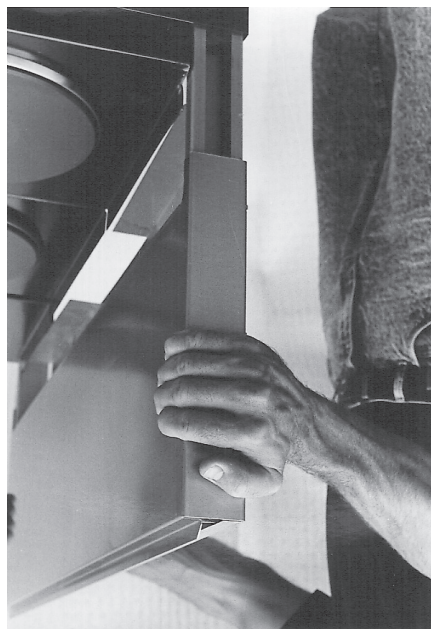

Fig. 2
4. Placer les plaques de cuisson à l'emplacement prévu et fixer le panneau anti-éclaboussures à la cuisinière au moyen des vis et écrous 1/4-20 fournis (Fig. 2 et 3).